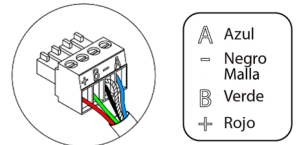

Fig. 36
Para la conexión con el termostato ④ dispone de una borna de 4 pines. Fije los cables con los tornillos de la borna respetando el código de colores (Fig. 36).